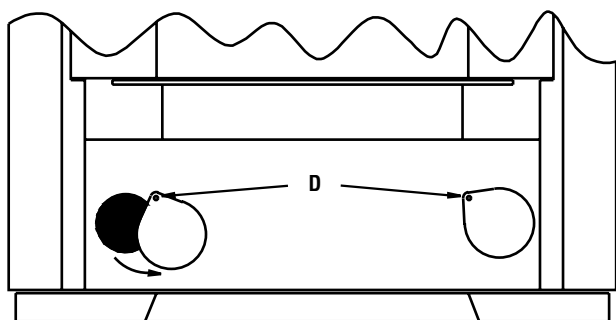

Figure 46B
8. Faire pivoter les panneaux sur le côté afin d'accéder aux passages d'évacuation (voir **Figure 46B**, repère D). Éliminer tous les dépôts de cendres avec un aspirateur à cendres.